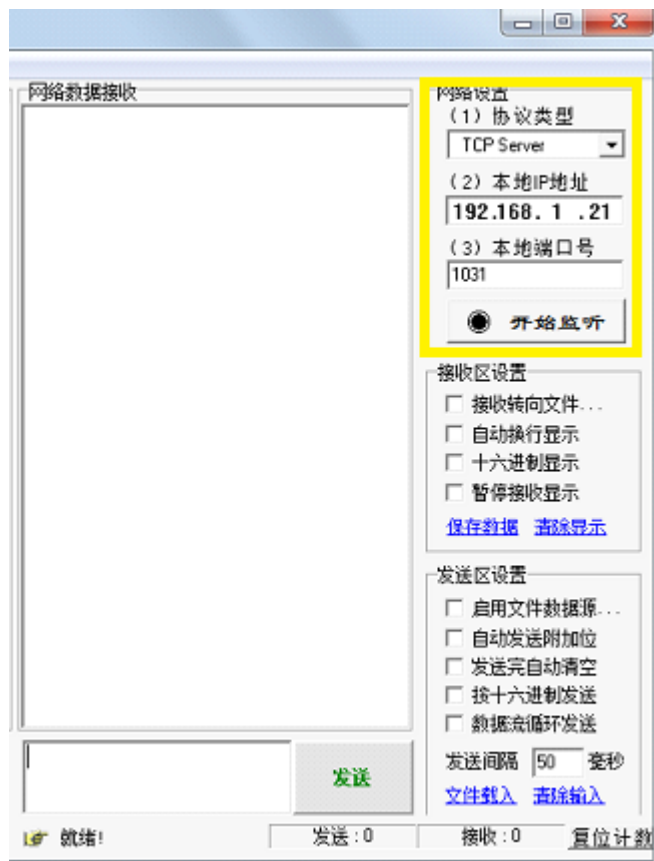
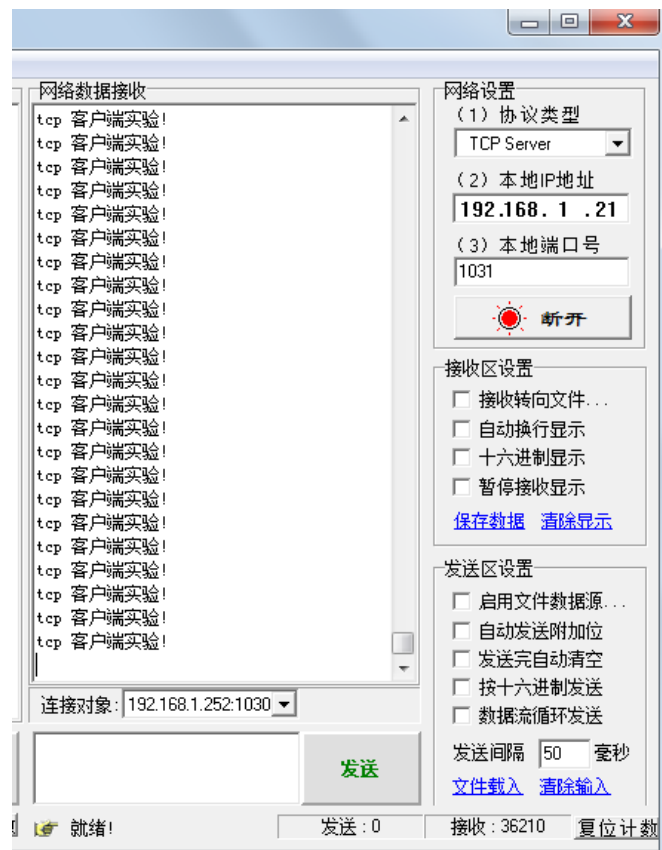
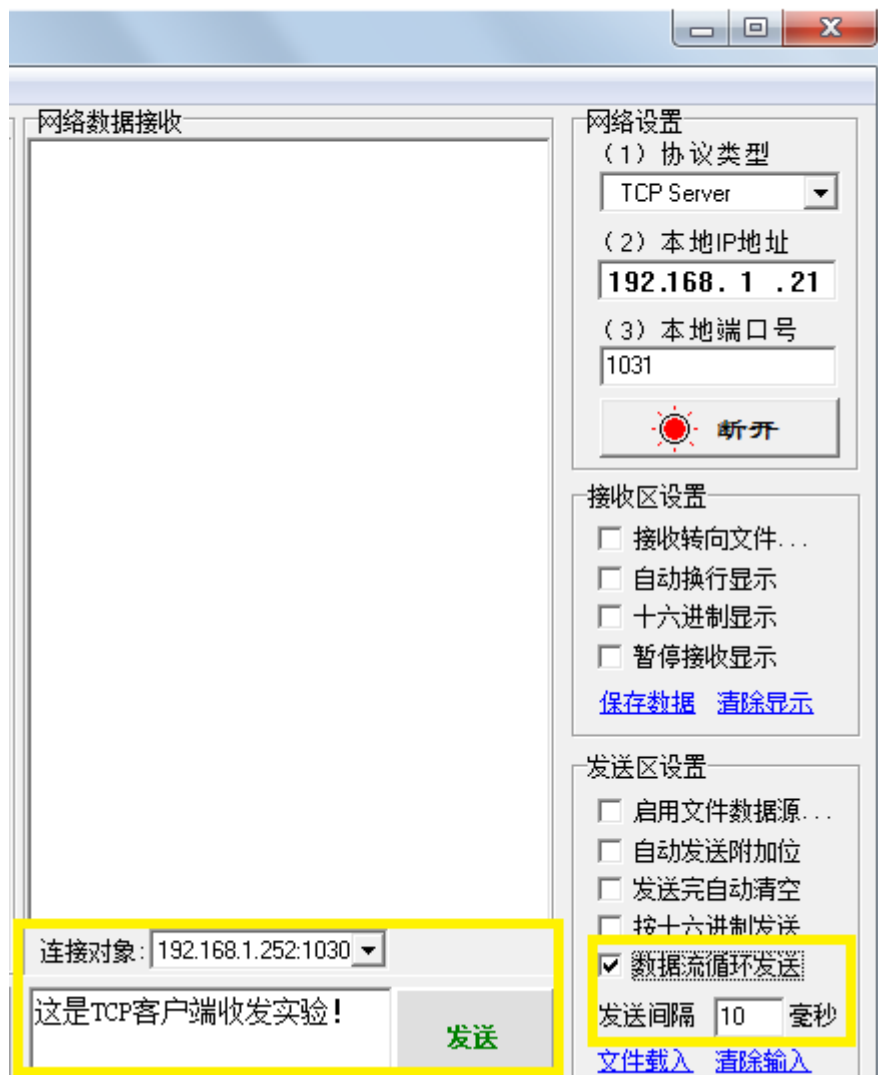
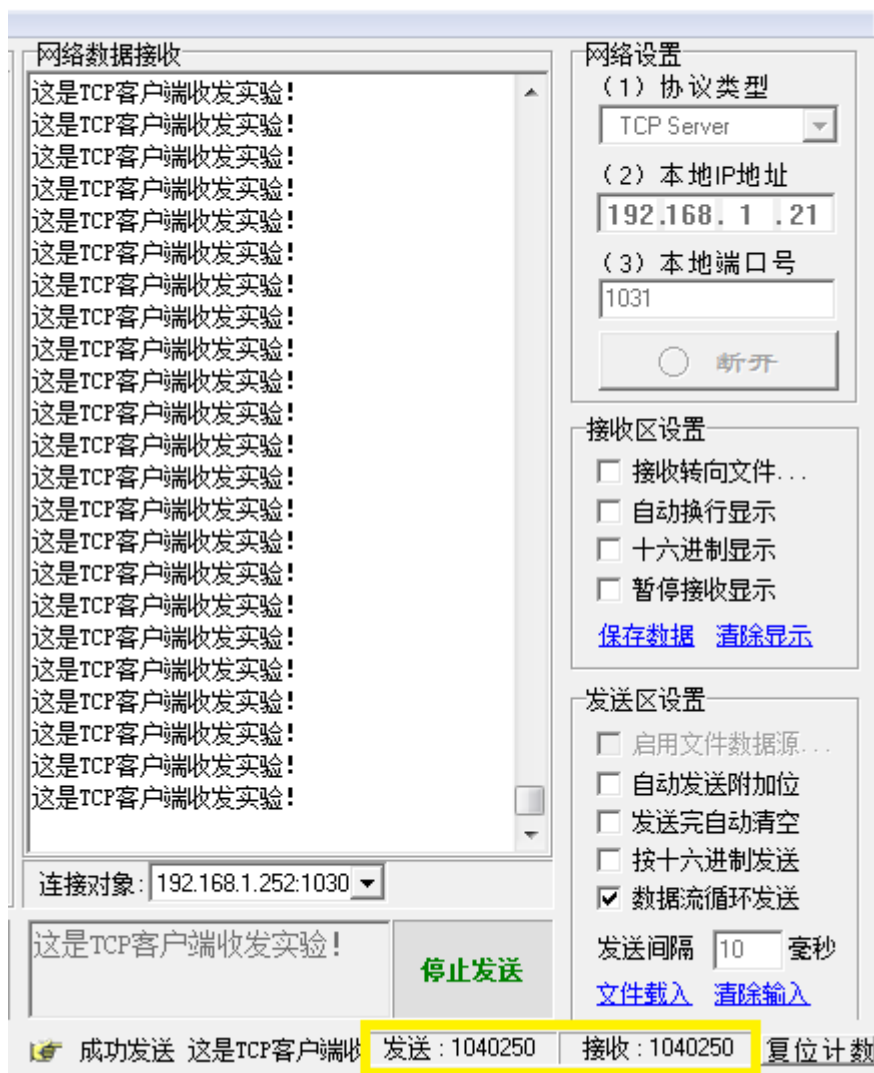

图 25 软件设置
图 26 TCP 发送实验结果
图 27 TCP 客户端收发数据连接成功
图 28 TCP 客户端收发数据实验结果
- (1) 将电脑 IP 设置成如图 7 所示，打开软件“USR-TCP232-Test.exe”，并设置如图 25 所示。
(2) 打开该实验工程，编译下载到开发板，复位运行。
(3) 网口灯亮后，点击图 25 的“开始监听”，稍等片刻后，则可以看到开发板发来的数据，如图 26 所示。
编译, 下载, 复位, 待网口灯亮后, 在图 25 界面的发送区中输入“这是 TCP 客户端收发实验!”, 最后回车换行; 点击图 25 的“开始监听”后, 稍等片刻 (需要一点时间), 则会出现如图 27 所示界面, 表明开发板已经和电脑连接成功。
连接对象即是开发板的 IP 和端口号。此时即可点击图 27 的“发送”, 结果如图 28 所示。
由图 28 可以看出，服务器端向开发板发送 1040250 字节数据，开发板向服务器返回的字节数也是 1040250，表明程序运行正确。